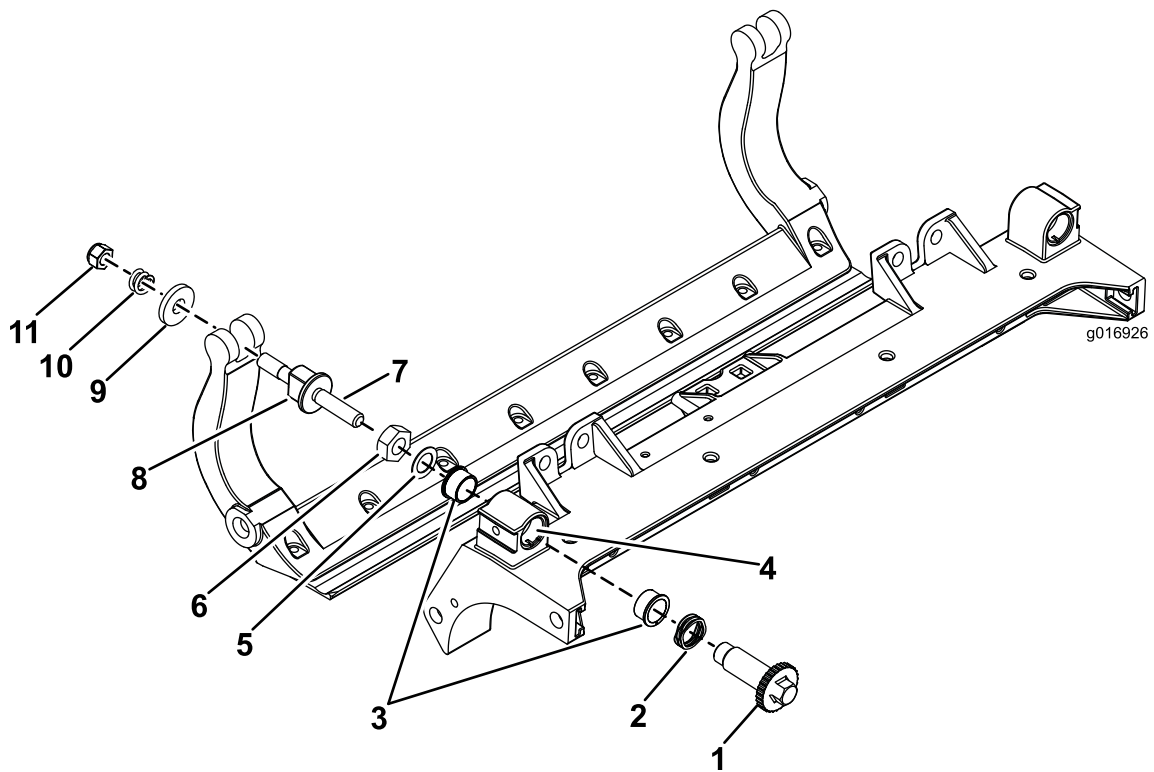

Figure 34
1. Déposez toutes les pièces (voir les *Instructions d'installation* du kit DPA renforcé, modèle n° 120-7230 et Figure 34).
2. Appliquez du produit antigrippant à l'intérieur du logement des bagues sur le bâti porteur du plateau de coupe (Figure 34).
3. Alignez les clavettes des bagues à embase sur les fentes dans le cadre, et mettez les bagues en place (Figure 34).
4. Posez une rondelle ondulée sur l'axe de réglage et insérez l'axe dans les bagues à embase sur le cadre du plateau de coupe (Figure 34).
5. Fixez l'axe de réglage avec une rondelle plate et un contre-écrou (Figure 34). Serrez le contre-écrou à un couple de 20 à 27 N m.
11. Serrez l'écrou sur chaque vis de réglage de la barre d'appui jusqu'à ce que le ressort de compression soit complètement comprimé, puis desserrez l'écrou de ½ tour (Figure 34).
Placez une rondelle en acier à l'extérieur de chaque rondelle en nylon (Figure 34).